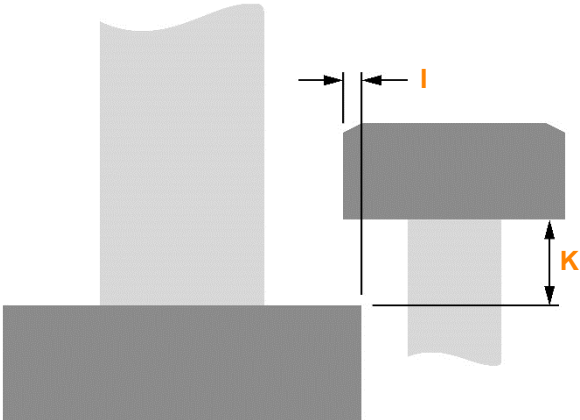

图3.2 I和K输入
- li = 标定测针底面时在测针下方的径向移动距离（见图3.2）。
- Kk = 标定测针底面时在测针下方的安全接近距离（见图3.2）。